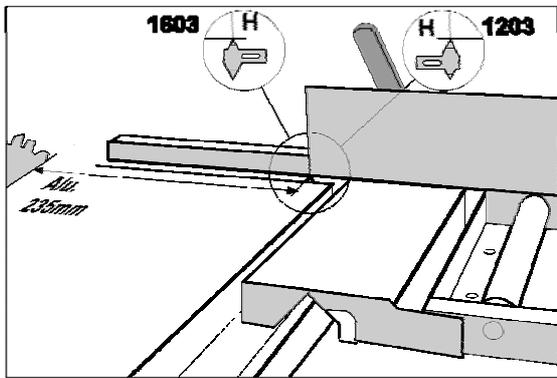

Fig.8
- For at målebåndet på anholdet skal vise riktig ved kapping av arbeidsstykket, stilles sagbladet i kappeposisjon  $0^\circ$  og låses i løftet stilling. Juster anholdet i lengderetningen slik at avstanden mellom aluminiumsanholdet og sagbladets tenner måler **235mm** (*fig. 8 og 9*). Anholdet låses med låsehendlene **D** (*fig. 7*). Bruk materialstopperen og kontroller at innstillingen er riktig ved å foreta en prøvekapping. Når anholdet er riktig justert, justeres også pilen **H** bak på sagbordet som vist i *fig. 8 og 9*. Pilen skal markere enden av aluminiumsanholdet. Det vil senere være lett å stille anholdet tilbake i denne posisjonen.